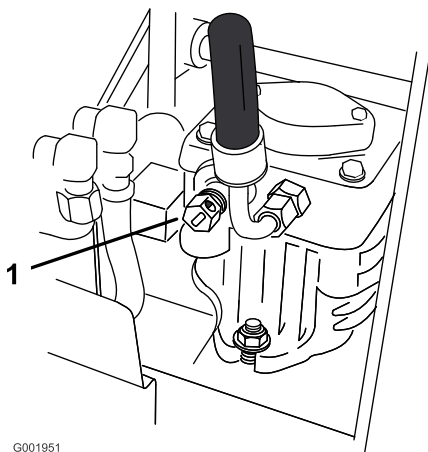

Figura 24
2. Abra a válvula de derivação em ambas as bombas rodando 1 a 2 voltas no sentido oposto aos ponteiros do relógio. O mesmo permite que o fluido hidráulico passe pelas bombas possibilitando a rotação das rodas (Figura 24).